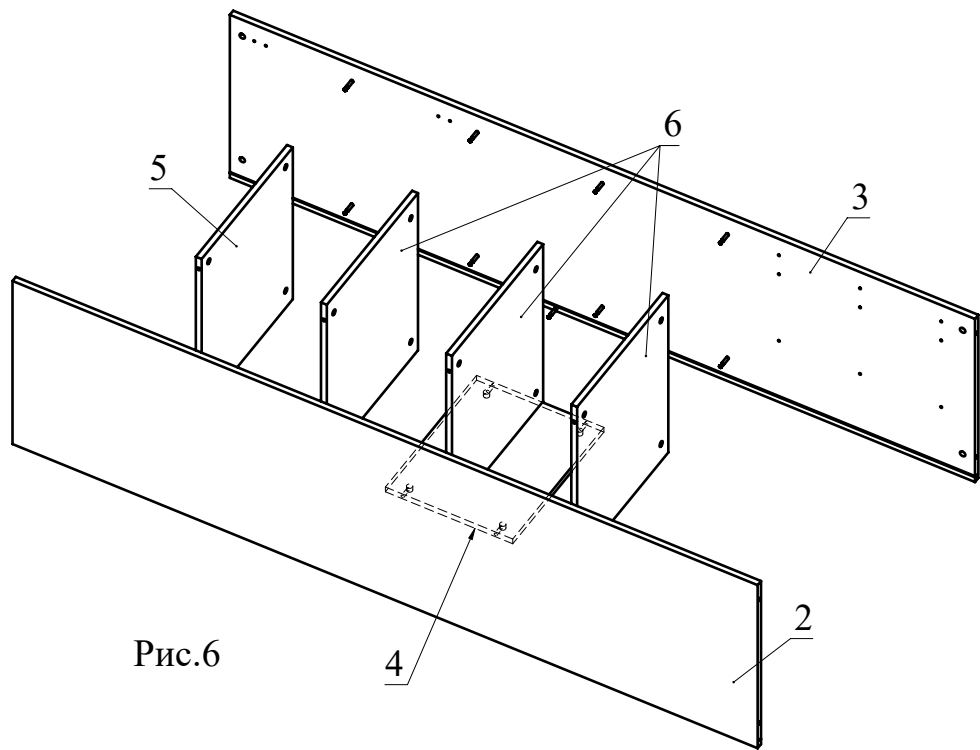

Рис.6
6. Установите детали 4, 5, 6 между деталями 2, 3 и затяните конфирматным ключом головки минификсов по часовой стрелке до упора (Рис. 6).